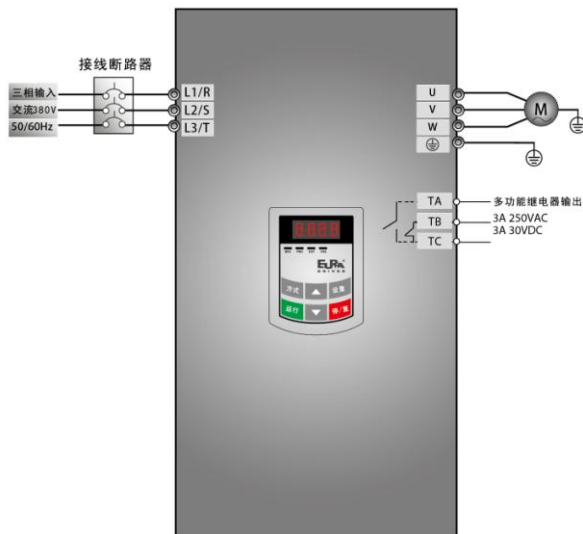

图 5-6 接线图 1
(1) 按图 5-6 配线，检查接线正确后，合上空气开关，变频器上电；
- (2) 按方式键，进入编程菜单。
- (3) 设置变频器的功能参数
- (1) 按图 5-6 配线，检查接线正确后，合上空气开关，变频器上电；
- (2) 按方式键，进入编程菜单；
- (3) 设置变频器的功能参数；